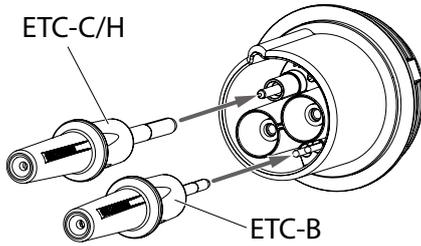

Abb. 51:
2. Die Kontakte wie in **Abb. 51** gezeigt nach hinten aus den Kontaktkammern herausdrücken.